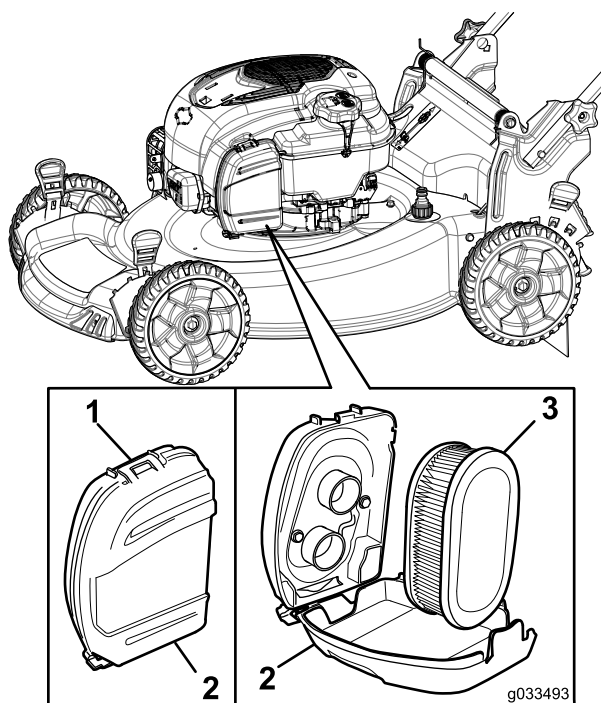

Figure 26
- Déclipsez le haut du couvercle du filtre à air (Figure 26).
- Retirez le filtre à air (Figure 26).